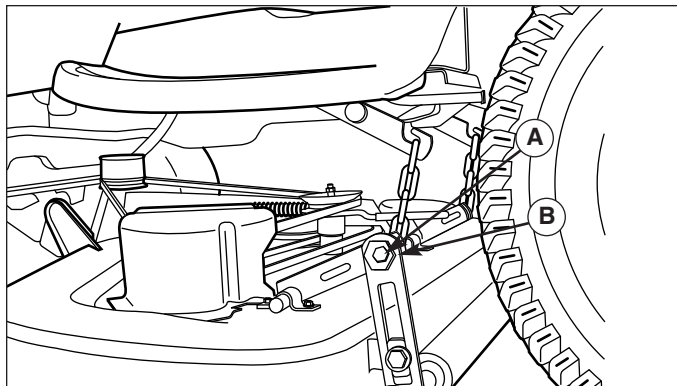

Figure 50. Mise à niveau latérale de la tondeuse - Modèles d'écrous excentriques
5. Voir la Figure 50. Desserrer l'écrou extérieur (A). Tourner l'écrou excentrique (B) pour relever ou abaisser le côté gauche de la tondeuse. Une fois la tondeuse de niveau, maintenir l'écrou excentrique tout en serrant l'écrou extérieur.